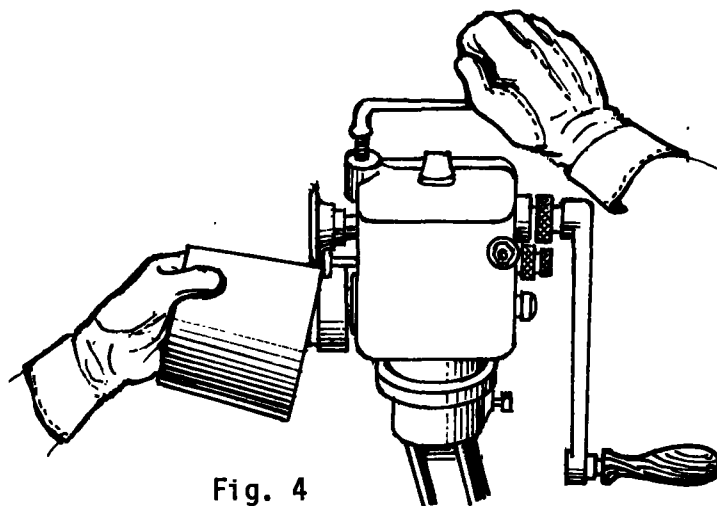

Fig. 4
- b Gire el tornillo de la manivela y presione el cilindro entre los dos rodillos (fig. 4).